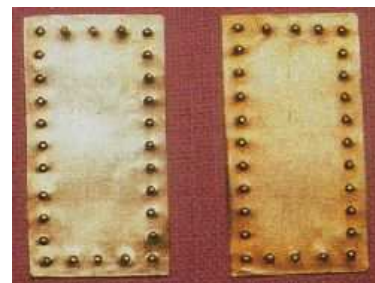

Abb. 16: "getürkte" Bolzen.
Beim Schneiden der ersten Platte sollte man in jeder Richtung 1-2 mm zugeben, weil sich die Reihenlänge wegen der Toleranzaddierung vorher nicht genau festlegen läßt. Nach einer eventuellen Korrektur können die Platten geschnitten werden. Wenn jetzt der erste Bolzenkopf an einer vorher angezeichneten Stelle eingedrückt ist, wird die Platte vorgeschoben, bis der Kopf in der zweiten Mulde arretiert. Eine Fingerspitze hilft dabei, den Kopf richtig in die Ausnehmung hineinzudrücken. Was jetzt noch folgt, ist reines (S)tanzvergnügen. Die ersten Ergebnisse zeigt Abb. 16. Wie man sieht, war die Theorie denn das war es bis zu diesem Versuch wirklich gar nicht mal so schlecht. Beim praktischen Einsatz hat sich gezeigt, daß die Stanzmulden im Notfall durch einfache Bohrungen ersetzt werden können. Besonders zu beachten ist die Mittenlage des Bolzens über der Mulde.